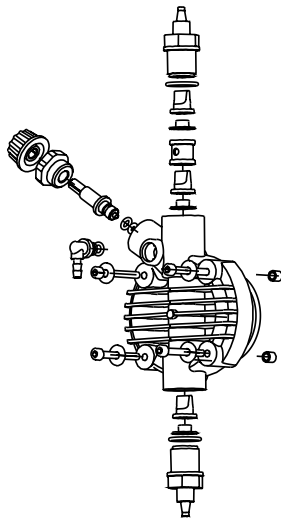

Fig. 10
2. Revise el funcionamiento de la bomba al menos cada 6 meses, así como la posición de los tornillos y de las juntas de impermeabilización. El control debe ser efectuado con más frecuencia en líquidos agresivos, prestando especial atención en la concentración de aditivo en la instalación. Su reducción podría ser debida al desgaste de las válvulas (en tal caso se deben sustituir siguiendo los pasos de la Fig.10) o al atasco del filtro, que se debe limpiar como se indica en el punto 3.
También se puede efectuar esta operación de la forma siguiente: una vez la bomba está desconectada de la instalación, sujete la bomba boca abajo por unos pocos segundos (15-30) sin que los tubos estén conectados a los empalmes. Si resulta imposible, desmontar y volver a montar el cuerpo de la bomba (Fig.10) utilizando los cuatro tornillos de fijación.
El sistema es robusto, por lo que no se producen averías graves. Eventualmente se pueden producir pérdidas de líquido de algún empalme o junta fijatubos sueltos, o con más frecuencia, de la rotura del tubo de eyección. Raramente se producen pérdidas a causa de la rotura de la membrana por desgaste o de su revestimiento de sujeción. Aún así, si se produjeran, dichos componentes se deben sustituir desmontando los cuatro tornillos del cuerpo de la bomba (Fig. 10), montándolos de nuevo y enroscándolos de modo uniforme. Una vez eliminada la pérdida, se debe limpiar la bomba dosificadora de eventuales residuos de aditivo que hayan quedado impregnados, ya que podrían agredir químicamente la bomba.
- a. Desmonte la válvula de aspiración y eyección. A continuación, límpiela y móntela otra vez en la misma posición (Fig. 10). En caso que se detectara un hinchamiento de las válvulas, compruebe en el tablón correspondiente la compatibilidad del aditivo con el tipo de válvula montada en la bomba (válvula estándar de Vitron; la válvula esfera es opcional).